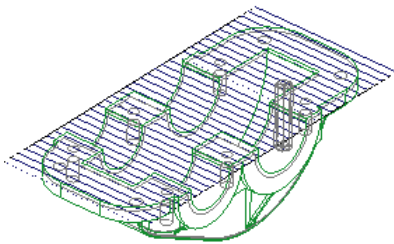
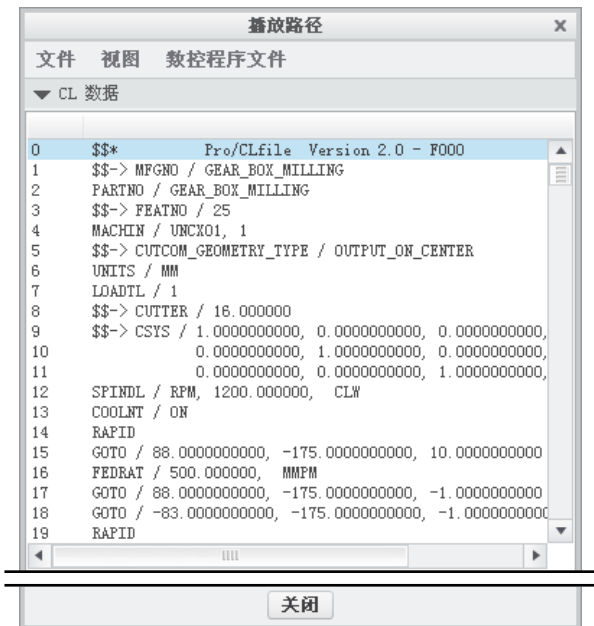

图 10.2.12 刀具路径
图 10.2.13 查看 CL 数据
Step2. 单击“播放路径”对话框中的按钮，观测刀具的行走路线，结果如图 10.2.12 所示。单击CL 数据 栏打开窗口查看生成的 CL 数据，如图 10.2.13 所示。